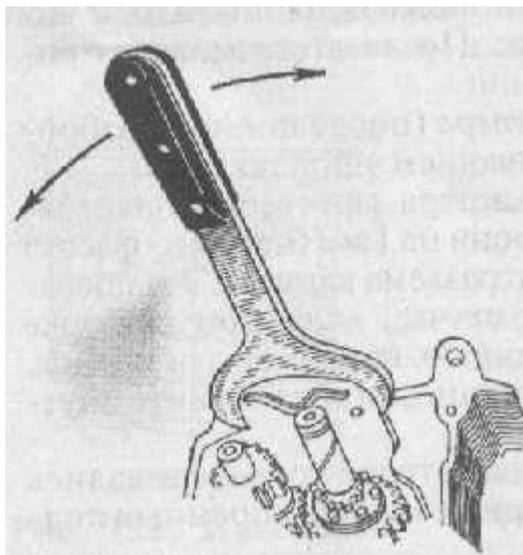

Рис. 123. Проверка работы коробки передач при помощи специального ключа
10. Последовательно включая при помощи специального ключа (рис. 123) все передачи, проверить действие механизма переключения передач и шестерен коробки передач.